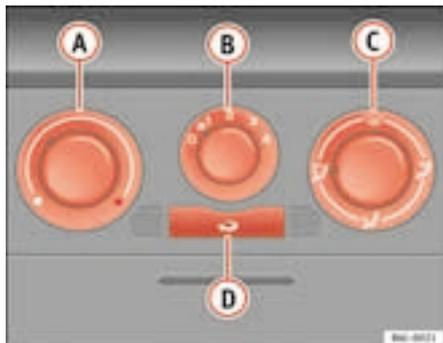

Fig. 89 Comandos do aquecimento no painel de instrumentos
- Rodar o regulador da temperatura ⇒ fig. 89 **A** para a esquerda.
- Rodar o regulador da temperatura ⇒ fig. 89 **A** para a direita, até ser atingida a potência calorífica pretendida.
- Rodar o regulador da temperatura ⇒ fig. 89 **A** para a direita, até ser atingida a potência calorífica máxima.
- Rodar o regulador da temperatura ⇒ fig. 89 **A** para a zona de aquecimento.